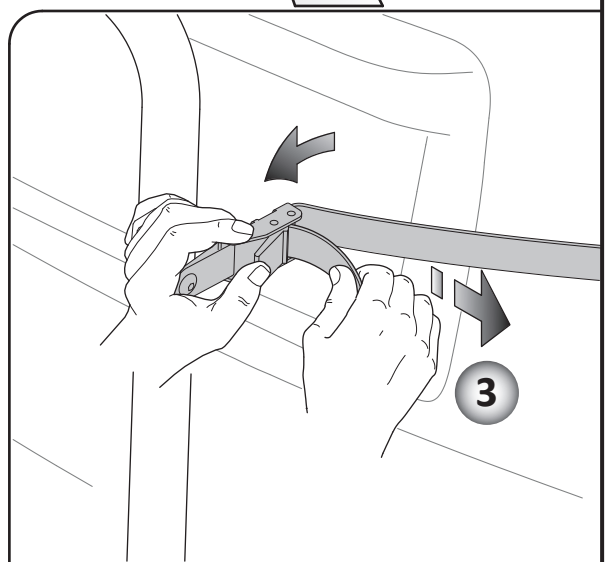

Fig. H3
**IMPORTANT:** For safe transportation of the load the bike carrier is supplied trap for tying es to the fixing arch. Check that the belt is mounted correctly by pulling on it (**4 Fig. H3**).
**WICHTIG:** Für den sicheren Transport der Last ist der Fahrradträger mit einem Riemen ausgestattet, mit dem alle Fahrräder am Befestigungsbügel festgezurt werden müssen. Vergewissern Sie sich durch ausreichendes Spannen des Riemens, dass dieser korrekt montiert ist (**4 Abb. H3**).
**IMPORTANT:** Pour transporter en toute sécurité le chargeur de portabiciclette, attacher la courroie de sécurité à l'arc de jysaggio. Assurez-vous, en tendant la courroie, qu'elle est correctement montée (4 Fig. H3).
**IMPORTANTE:** Per trasportare in sicurezza il carico il portabiciclette è fornito di una cinghia che deve legare tutte le bici all'arco di jysaggio. Assicurarvi, tendendo su cinghiera la cinghia, che essa sia montata correttamente (4 Fig. H3).